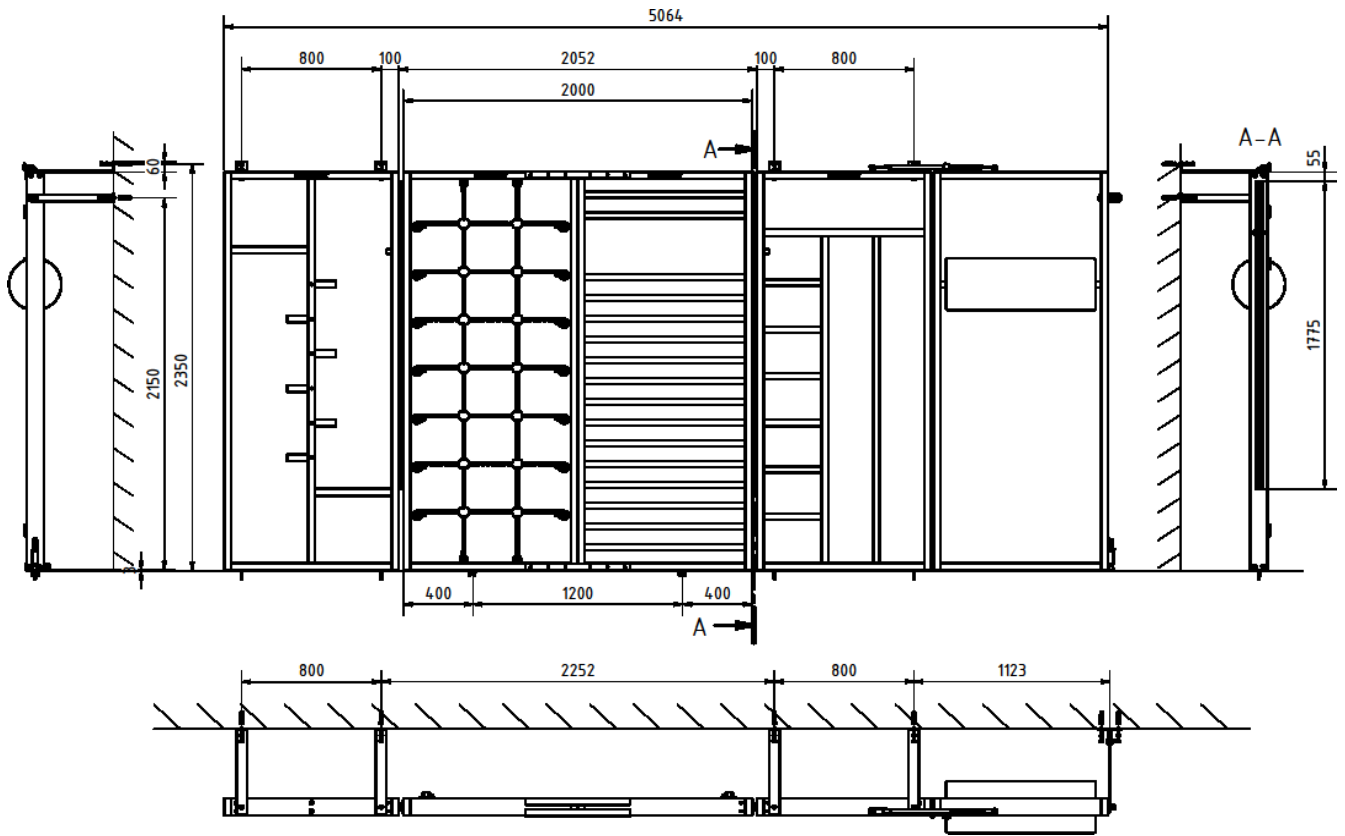

Abb. 4: Bohrplan
Zu Beginn montieren Sie die festen Wandelemente. Stellen Sie die TuWa Elemente mit einem Abstand von 40 cm vor die Wand, an der Sie montiert werden soll, unter die festen Elemente legen Sie je zwei Scheiben für Holzkonstruktion (4). Halten Sie den in Abbildung 4 vorgegebenen Abstand zwischen den Einzelementen ein.
Überprüfen Sie die Wand und den Boden auf mögliche Hindernisse, wie z.B. Rohre oder elektrische Leitungen. Sind keine störenden Objekte vorhanden, werden die Bohrungsmaße aus der Abbildung 4 empfohlen.